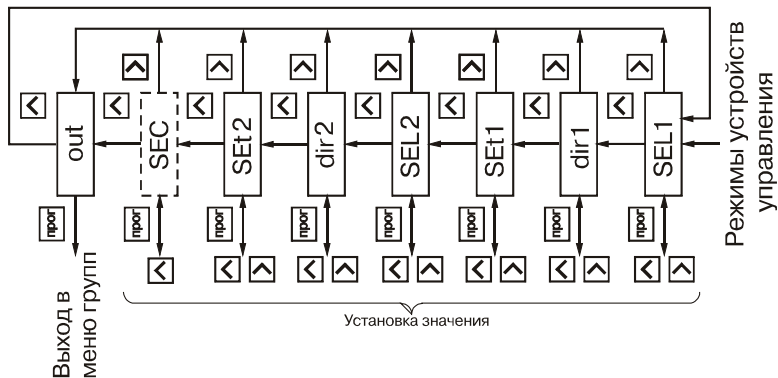

Рис. 26
6.1.9. Группа "**GrouP_d**" (рис. 26) содержит параметры **SEL1** и **SEL2**, задающих входную величину соответственно для ЛУ1 и ЛУ2, параметры **SEt1** и **SEt2**, определяющие логику их работы и параметры **dir1**, **dir2**, определяющие направление счета при котором должны срабатывать выходные устройства.